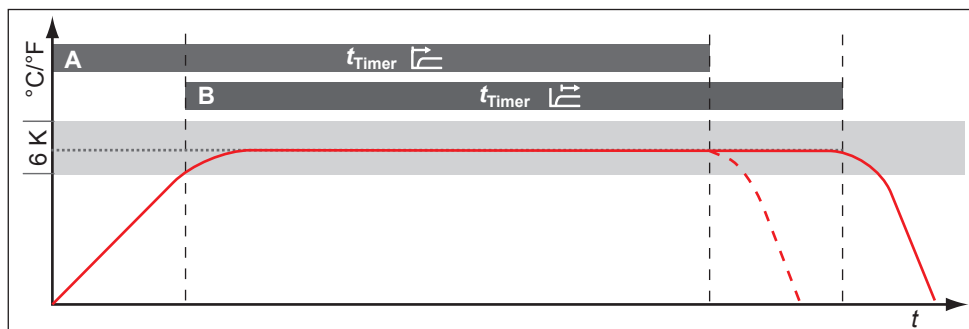

Bild 26 Timer Mode (timerläge)
Här kan du ställa in om den digitala baklängesklockan med måltidpunktsanvisning (Timer, se sidan 30) ska arbeta börvärdesberoende eller inte – frågeställningen är om timers körtid ska inledas först när ett toleransband om ± 3 K kring börtemperaturen har nåtts (Bild 26, B), eller redan omedelbart efter aktiveringen av timern (A).